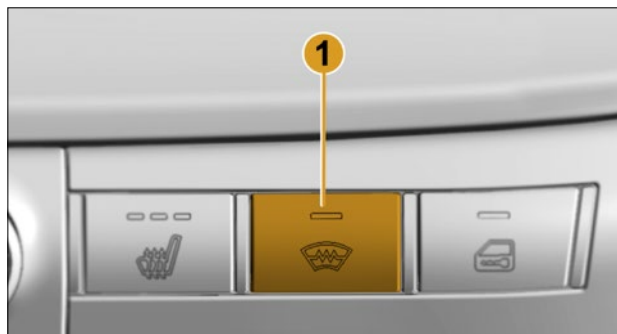

Рис. 3.12.3. Выключатель обогрева ветрового стекла (в варианном исполнении)
Для включения обогрева ветрового стекла (в варианном исполнении) при работающем двигателе на блоке выключателей панели приборов необходимо нажать на выключатель 1 (рис. 3.12.3) с символом .
- регулятор **3** (см. рис. 3.12.3) повернуть в крайнее положение красной зоны (подача максимально подогретого наружного воздуха);